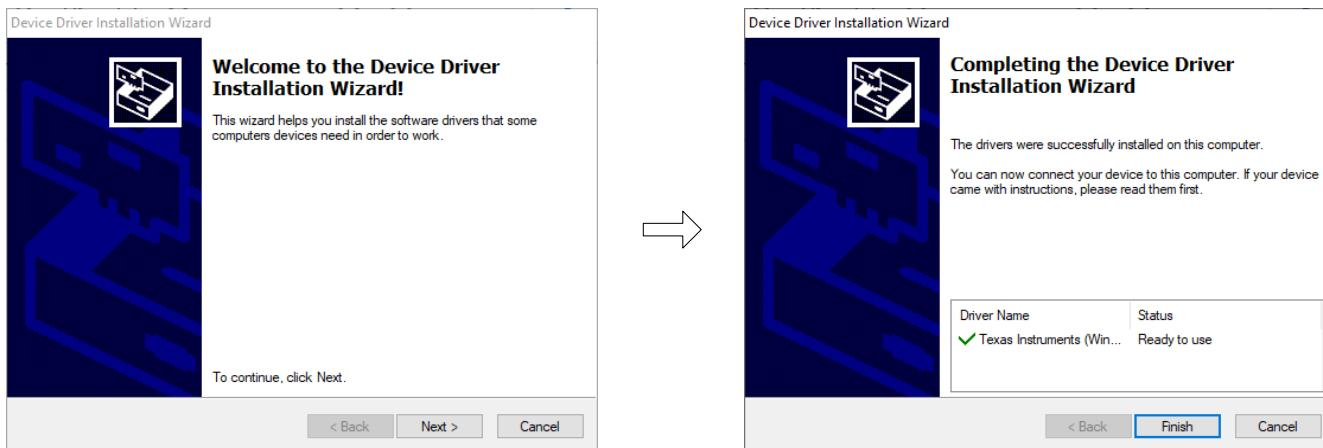

图 5-3. 器件驱动程序安装向导提示
3. 在 ADS835x EVM GUI 安装过程中，屏幕上会显示器件驱动程序安装向导（图 5-3）。点击 *Next* 按钮继续，然后在安装完成后点击 *Finish* 按钮。